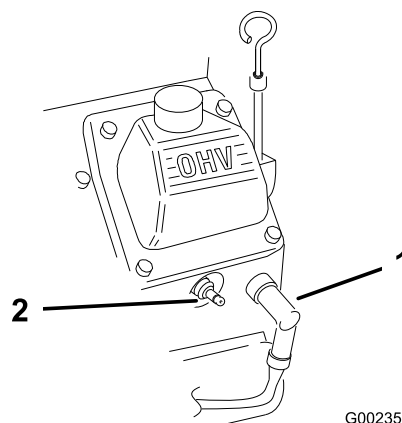

Figura 28
2. Desconecte los cables de las bujías (Figura 28).